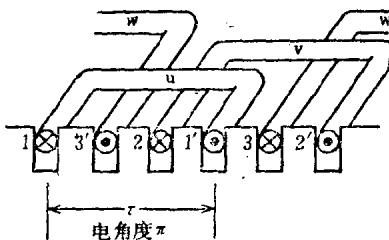
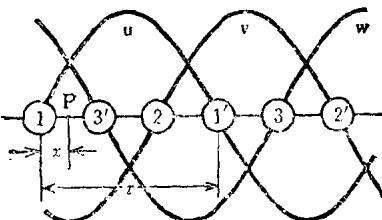

图 2.1 三相线圈
图 2.2 三相线圈的磁通分布
**三相交流电和旋转磁场** 如图 2.1 所示，在三个互相差  $2\pi/3$  电角度的线圈中通入三相电流，就形成在空间以一定方向和一定速度旋转的旋转磁场。
在图 2.1 所示线圈中形成图 2.2 所示的磁通分布。P 点的磁通